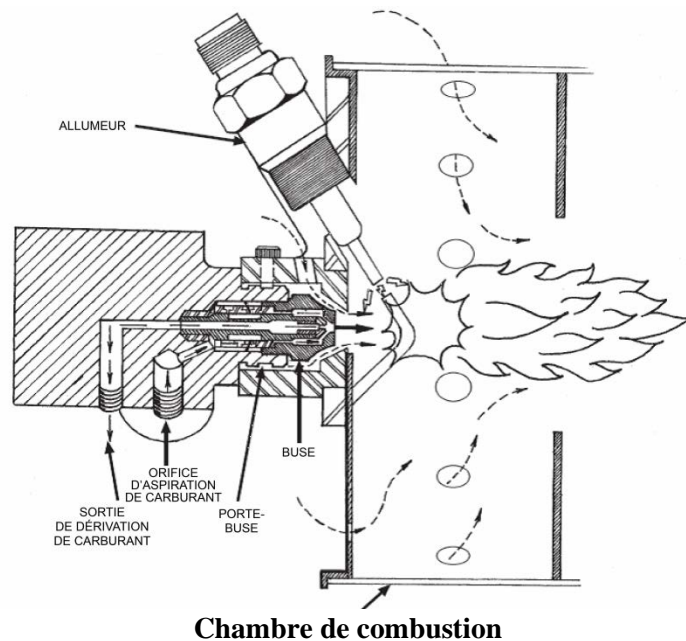
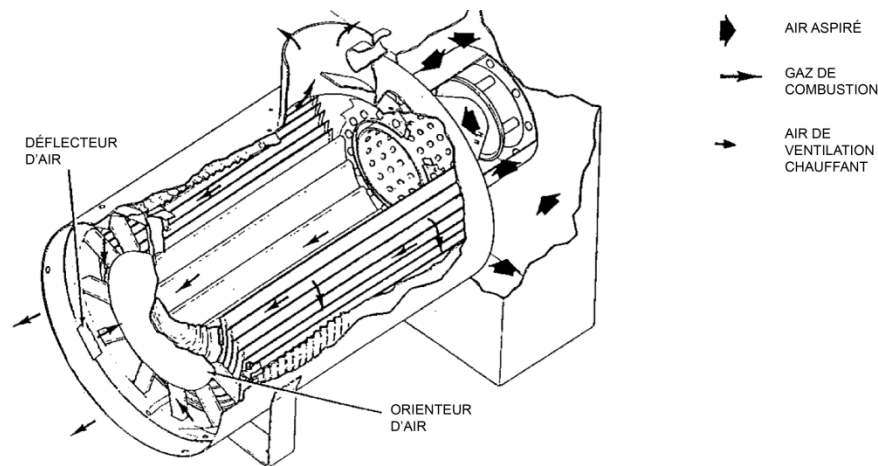

Figure 2-2. Vue en coupe de la buse et de la chambre de combustion
Figure 2-3. Débit d'air
2.9 Le carburant qui s'écoule de la buse est allumé dans la chambre de combustion (*voir la figure 2-2*). Le carburant brûlant atteint une plaque ou une cible dans la chambre de combustion, puis il est diffusé dans l'échangeur thermique. L'air du ventilateur pénètre dans les trous sur le côté de la chambre de combustion d'une manière qui assurera un bon mélange carburant-air. De la chambre de combustion, le carburant brûlant circule à travers l'échangeur thermique en spirale entre les surfaces des tubes d'air de ventilation, puis il est expulsé à travers les tubes parallèles et l'espace entre les surfaces des tubes d'air de ventilation; là, il est expulsé par l'ouverture d'échappement située en haut de l'enveloppe (*voir la figure 2-3*). L'air de ventilation ou de chauffage est forcé à travers les tubes parallèles et l'espace entre l'enveloppe de l'échangeur thermique et le boîtier. La chaleur est échangée entre les gaz d'échappement chauds et l'air de ventilation. À l'extrémité de décharge de l'échangeur thermique se trouvent les éléments de détection de température. La commande d'air se compose d'un déflecteur et une série de tubes radiaux. L'air qui circule entre les parois de l'échangeur thermique et l'enveloppe est dirigé radialement vers l'intérieur, derrière la chicane où il est mélangé avec l'air chaud sortant des tubes parallèles de l'échangeur thermique. Ce mélange assure une température plus uniforme dans le courant d'air de décharge. L'adaptateur de conduit est installé sur l'extrémité de décharge de l'appareil de chauffage pour relier le conduit flexible.